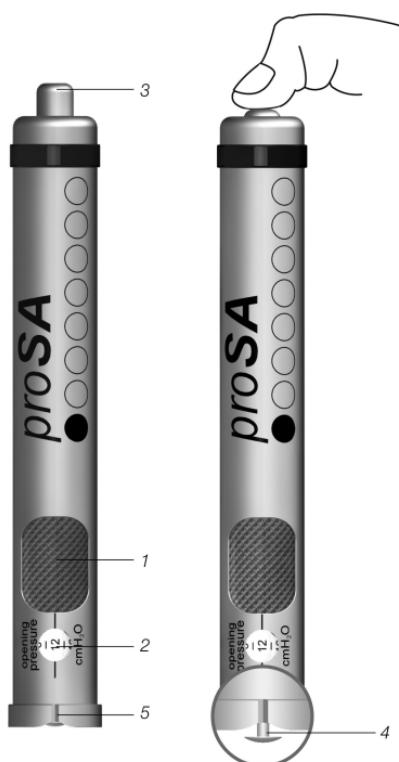

Fig. 4: proSA Adjustment Tool
proSA Adjustment Tool (fig. 4) servește la reglarea presiunii de deschidere a valvei. Nivelul de presiune dorit se selectează prin rotirea roții de reglare (1), nivelul de presiune apărând în fereastra de afișaj (2). Adjustment Tool se aşază central pe valvă. Prin activarea butonului (3), vârful de reglare (4) este împins din bază, rotorul este deblocat în valvă și presiunea de deschidere a valvei este reglată. Marcajul (5) de la Adjustment Tool trebuie să indice la așezarea pe valvă spre cateterul proximal (cel ce duce către ventricul). Sägeata de pe partea inferioară a capacului indică direcția de scurgere.